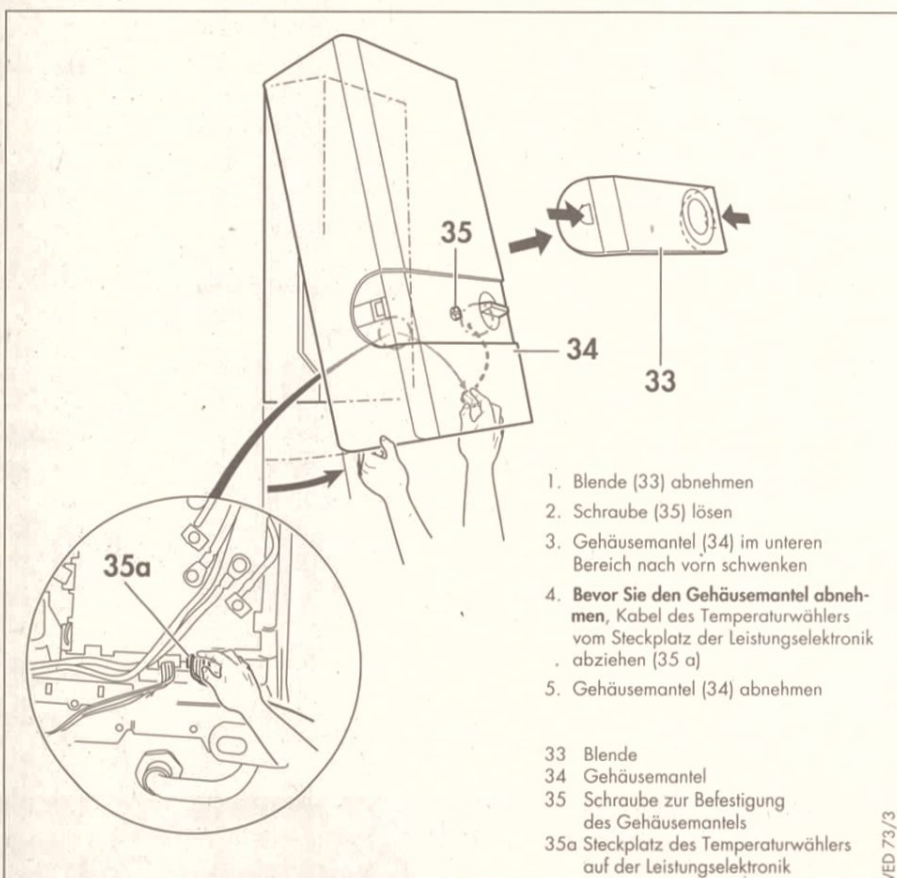

Abbildung 5.3 Aufhängen des VED .../4 EP
Nachdem der VED .../4 EP der Verpackung entnommen wurde, ist die Blende (33) abzunehmen (Abbildung 5.3): dazu die beiden seitlichen Tasten drücken und die Blende (33) nach vorne abziehen. Gehäusemantel (34) nach Lösen der unter der Blende (33) befindlichen Schraube (35) im unteren Bereich nach vorn schwenken, das Kabel des Temperaturwählers vom Steckplatz X 9 der Leistungselektronik (35 a) abziehen und den Gehäusemantel abnehmen.
(Abbildung 5.3, Seite 7)